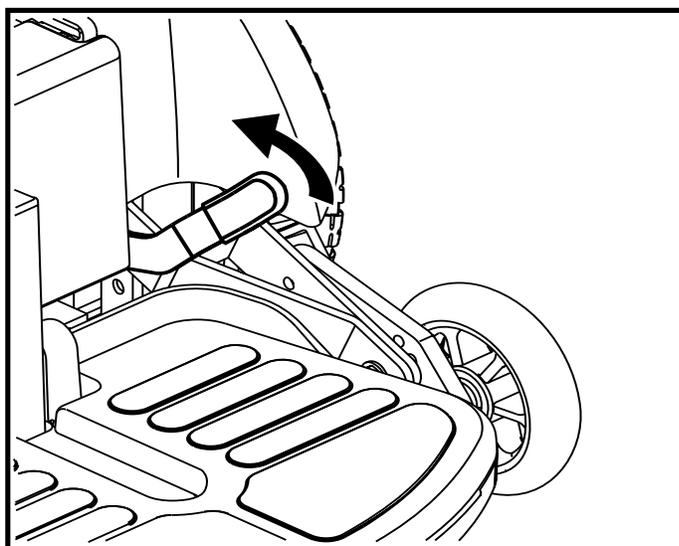

Figure 9. Mode « roues libres » (débrayé)
3. Tirez les leviers vers le haut pour débrayer les moteurs (roues au neutre). Voir la figure 9.